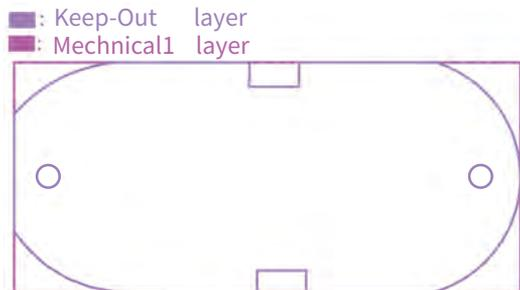

图 8-3 不同层定义不同外形
(1) PCB 制造商通常首选机械层作为外形层进行切割。设计时，应在机械层上绘制外形线。若如图 8-3 所示，Keep-Out layer 和 Mechanical layer 中同时定义不同的外形，则在优先使用机械层加工时可能会引发错误。
(2) PCB 制造商通常仅以外形层为准进行切割。为确保开槽、开孔和 V 割的正确性，